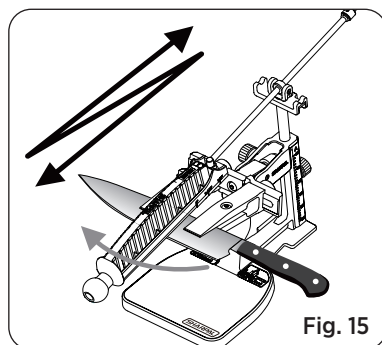

Fig. 15
2. Applicare una leggera pressione con movimenti lunghi e regolari, iniziando dal tallone della lama. Far scorrere la piastra abrasiva avanti e indietro lungo il filo verso la punta della lama. Fermarsi alla punta della lama. (Vedi Fig. 15)